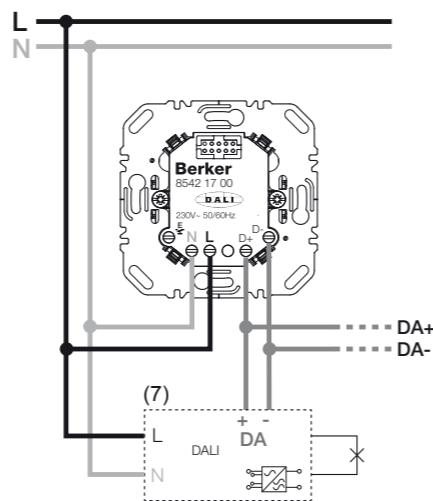

Bild 2: Anschlussplan bei angeschlossener Netzspannung (aktiver Betrieb)
- DALI/DSI Steuereinsatz und optional Nebenstellen gemäß Anschlussplan (Bild 2 bis 4) anschließen.